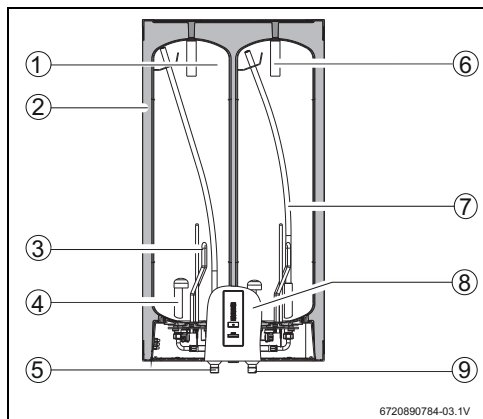

Fig. 4 Estructura
- Para evitar confusiones, identifique convenientemente las conducciones de agua fría y de agua caliente (Fig. 4).